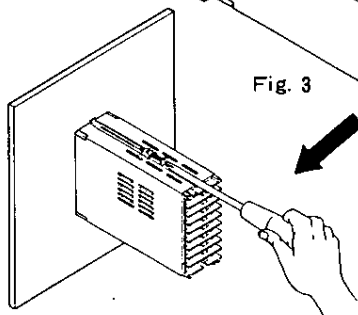

Fig. 4
- 取付金具押えねじを取付金具の後から④ドライバーで締めつけて終了です。取付金具は締めすぎないようにして下さい (Fig. 4)。